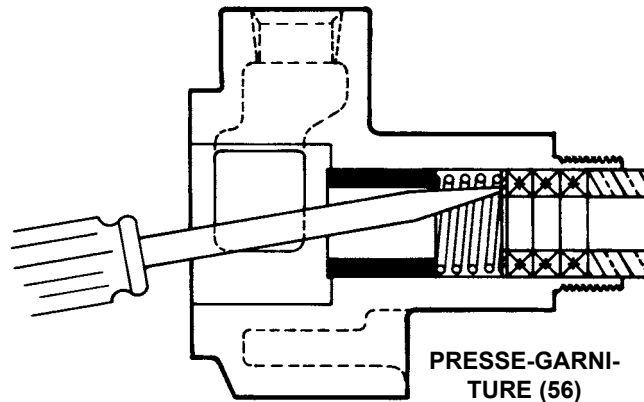

FIGURE 3
5. Maintenant la garniture mécanique ou la garniture de la pompe peuvent être enlevées. **Voir Figure 3 ou 4** par exemple. Il est recommandé d'utiliser une garniture ou une garniture mécanique nouvelle chaque fois que la pompe est complètement désassemblée.